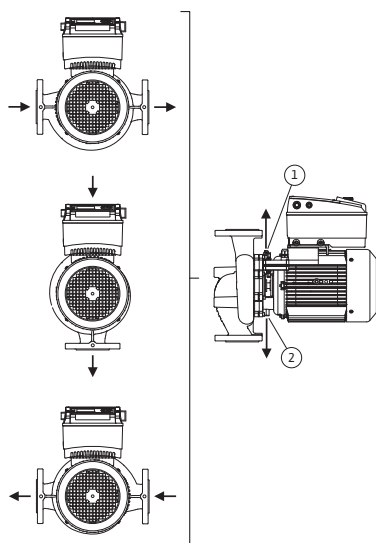

Fig. 18: Zulässige Einbaulagen mit horizontaler Motorwelle
Die zulässigen Einbaulagen mit horizontaler Motorwelle und Elektronikmodul nach oben (0°) sind in Fig. 18 dargestellt. Nicht abgebildet sind die zulässigen Einbaulagen mit seitlich montiertem Elektronikmodul ($\pm 90^\circ$). Jede Einbaulage außer „Elektronikmodul nach unten“ (-180°) ist zulässig. Die Entlüftung der Pumpe ist nur gewährleistet, wenn das Entlüftungsventil nach oben zeigt (Fig. 18, Pos. 1). Nur in dieser Position (0°) kann anfallender Kondensat gezielt über eine vorhandene Bohrung, Pumpenlaterne sowie Motor (Fig. 18, Pos. 2) abgeführt werden.
- Bei horizontaler Motorwelle ist die Lage der Kondensatbohrung nach unten erforderlich (Fig. 18, Pos.2). Gegebenenfalls muss der Motor entsprechend gedreht werden.